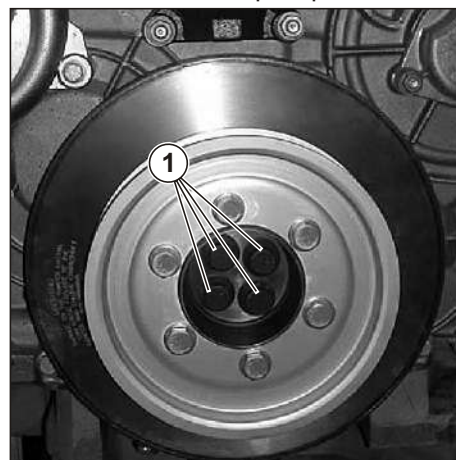

Рис. 10. Снятие демпфера в сборе со шкивом коленчатого вала.
3.6. Снятие гасителя крутильных колебаний (демпфера). (см. Рис. 10)